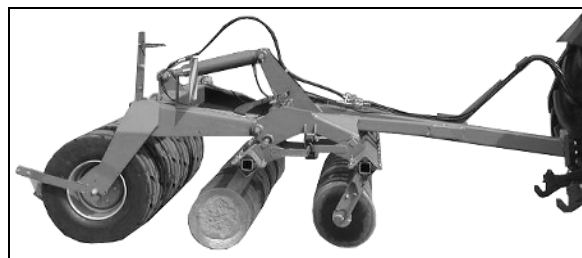

Fig. 28
- Coborâți complet ambele baterii de discuri (Fig. 28).